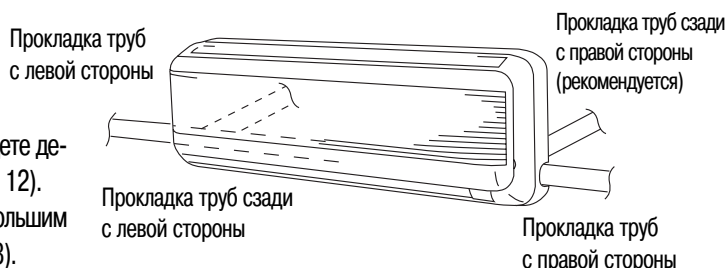

Рис. 12
1. Определите, на какой стороне устройства вы будете делать отверстие для труб и электропроводки (рис. 12).